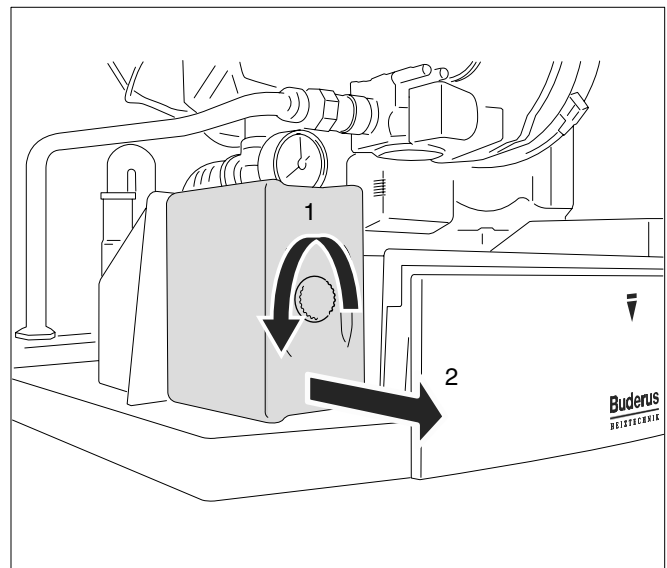

Fig. 26 Demontarea UBA3
- Desfaceți șurubul de fixare a UBA3 (vezi Fig. 26, Poz. 1).
- Trageți UBA3 în față, în direcția indicată de săgeată (vezi Fig. 26, Poz. 2).